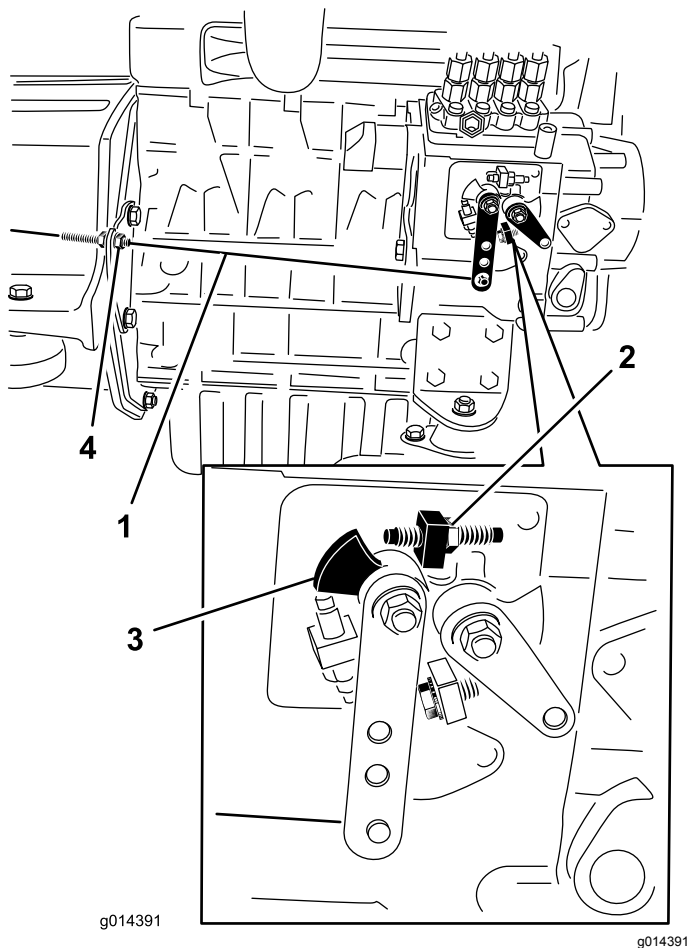

Figura 37
2. Verifique a posição da alavanca de controlo de velocidade na bomba de injeção de combustível. A alavanca de controlo de velocidade deve estar em contacto com o parafuso de alta velocidade quando a alavanca de controlo do acelerador está na posição RÁPIDO (detenção) (Figura 37).
3. Se necessário, ajuste a posição das porcas de bloqueio no cabo de controlo do acelerador até a alavanca de controlo da velocidade entrar em contacto com o parafuso de velocidade elevada quando a alavanca de controlo do acelerador está na posição RÁPIDO (detenção) (Figura 37).